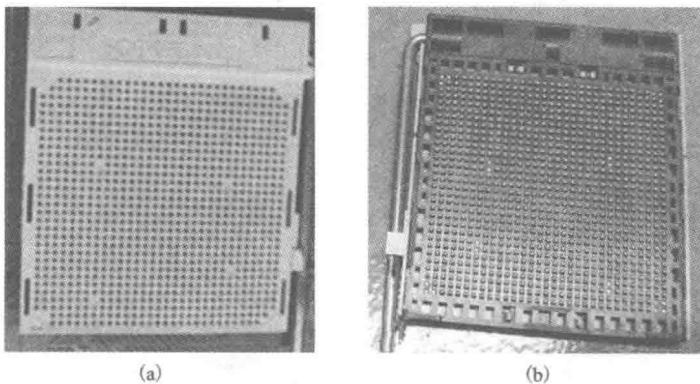
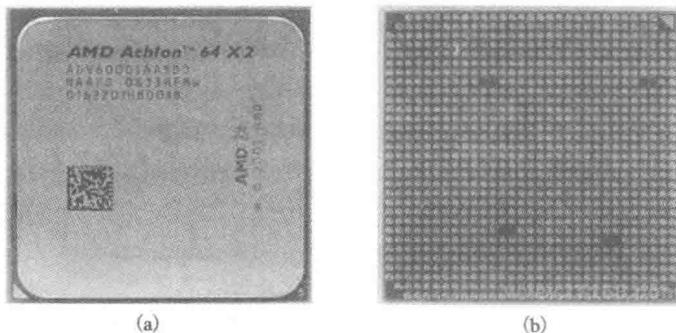

图 1-7 AMD(AM2)CPU 脚座
图 1-8 AMD(AM2)CPU
(1) AMD(AM2)CPU 脚座及 CPU(图 1-7、图 1-8)